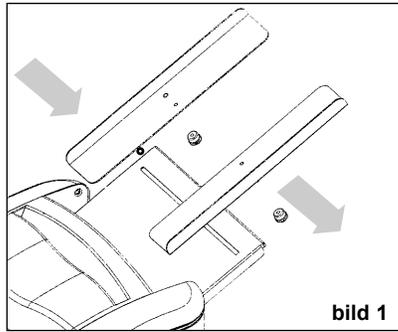

bild 1
1. Sätt in pappersföringarna i pappersfacket såsom visas på bild 1. Du måste ta bort de svarta plastmuttrarna och distanselementen från pappersföringarna. När de satts in, installera distanselementen på pappersföringarna och skruva tillbaka muttrarna på pappersföringarna och dra åt. Pappersföringarna skall nu vara fästa på maskinen såsom visas på bild 2.